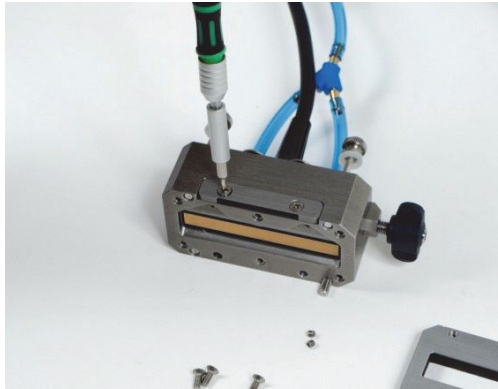

图 3-13 拧松侧面板上的螺钉
6. 拧松侧面板上的 2 个螺钉，只要能将板子从主体上取出即可（参见第 48 页的图 3-13），要将 O 型环保留在螺钉的周围。